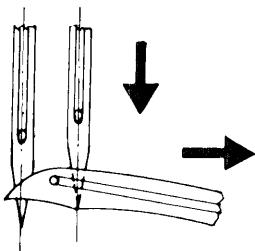
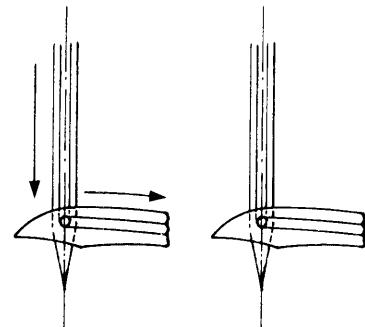

Fig. 16
Fig. 17
3. Sulle teste a punto ornamento tipo 171 e 173, la punta dell'ago interno, durante la sua discesa, deve coincidere con il punto di convergenza delle due linee che formano il profilo inferiore della lama del crochet (fig. 16)
- Sulle teste 174 a 2 aghi, a punto catenella doppia, la cruna di ogni ago durante la discesa deve essere allineata con il foro del rispettivo crochet (fig. 17).
3. On 171 and 173 interlock stitch machines the point of the inside needle, during the downward movement of the needle, must coincide with the point of convergence of the kines forming the lower outline of the looper blade (fig. 16). On 174 2-needle double locked chainstitch machines the eye of each needle during the downward stroke must be in line with the hole of the relative looper (fig. 17).